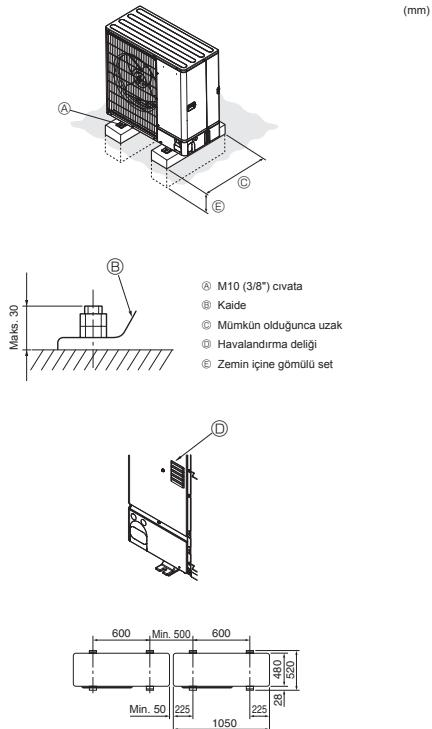

Fig. 3-1
- Ünitenin çalışması sırasında gürültü yapmaması için üniteni mutlaka sağlam ve düz bir yüzeye monte edin. (Fig. 3-1)